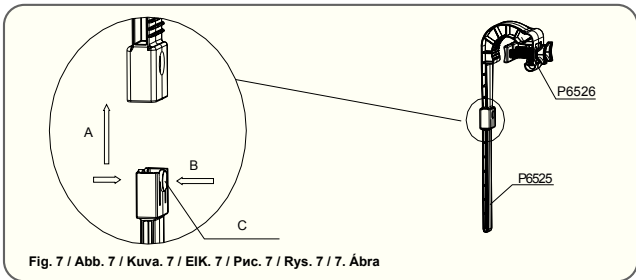

Fig. 7 / Abb. 7 / Kuva. 7 / EIK. 7 / Pvc. 7 / Rys. 7 / 7. Ábra
2. Monte o gancho da estrutura: coloque a haste ajustável (P6525) pelo fecho ajustável no gancho da estrutura (P6527). (Veja Fig. 7)
2. Monte el gancho del marco: Ponga el palo ajustable (P6525) a través de la sujeción ajustable en el gancho del marco (P6527). (Vea Fig. 7)
2. Zusammenbau des Rahmenhakens: Stecken Sie die verstellbare Stange (P6525) durch den verstellbaren Verschluss am Rahmenhaken (P6527). (Siehe Abb. 7)
2. Assembleer de framehaak: steek de verstelbare stang (P6525) door de regelbare bevestiging van de framehaak (P6527). (Zie Fig. 7)
2. Montare il gancio: far passare l'asta regolabile (P6525) attraverso il fermo sul ganccio (P6527). (Vedere Fig. 7)
2. Montez le crochet: Mettez le manche réglable (P6525) à l'aide de l'attache réglable sur le crochet (P6527). (Voir Fig. 7)
2. Соберите карданный кронштейн: вставьте регулировый штырь (P6525) в регулировое крепление кронштейна (P6527). (См. Рис. 7)
2. Zamontuj hak konstrukcyjny: przelóż regulowany słup (P6525) przez regulowany element złączny znajdujący się na haku konstrukcyjnym (P6527). (Patrz Rys. 7)
2. Montera haken: sätt den justerbara skafvet (P6525) genom det justerbara fästet på haken (P6527). (Se Fig. 7)